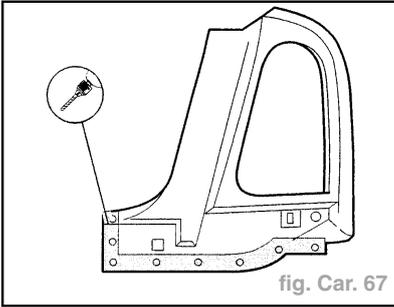

fig. Car. 67
- Percer des trous Ø **7 mm** dans les supports des feux AR au niveau du raccordement avec la jupe (fig. Car. 67).